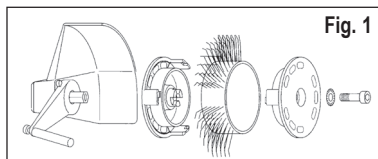
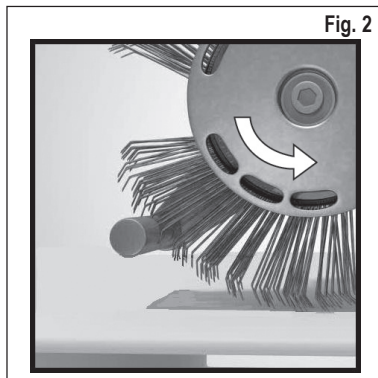

Fig. 1
Fig. 2
1. Afbryd strømforsyningen, og fastgør derefter **MBX®** Bristle Blaster® bånd 23 mm korrekt til værktøjet med holdesystemet (bemærk omløbsretning) og den dertil indrettede stjernefjeder-skive og skruer. **Se fig. 1 og fig. 2**
Anvendes et **MBX®** bånd i den forkerte omløbsretning? – Ret børstebåndet ind således, at det forløber i den foreskrevne retning (se kapitel 5, Ibrugtagning, fig. 2).